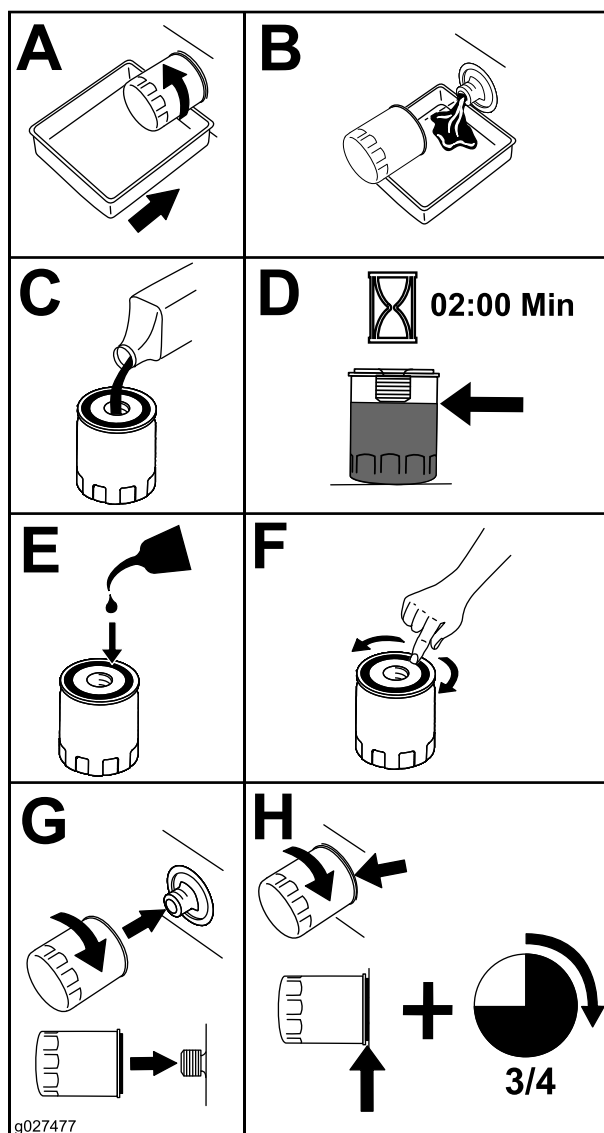

Figure 38
5. Remplacez le filtre à huile moteur comme montré à la Figure 38.